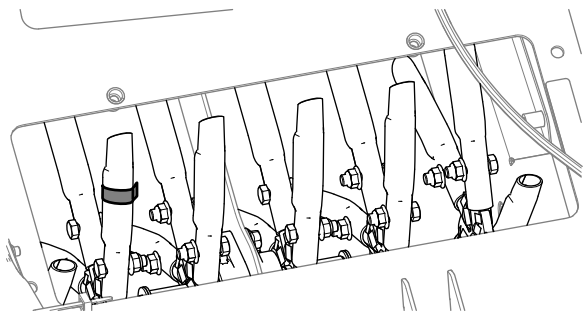

Figura 71
1. En el hueco del panel de acceso a los taladros, inspeccione los taladros en busca de desgaste o daños (Figura 71).